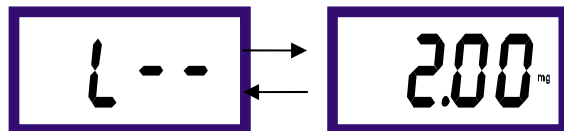

图 7-9
1、仪表在测量状态时按 键，仪表的低点控制数值将跳闪，显示如图 7-9 所示：